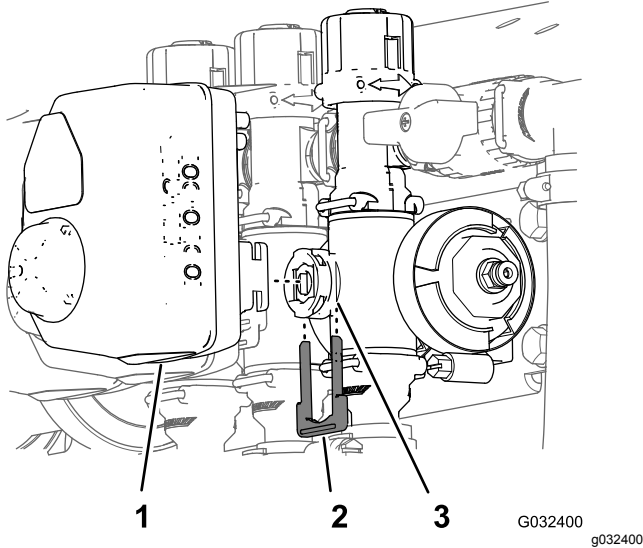

Bild 56
1. Entfernen Sie den Halter, mit dem der Aktuator am Verteilerventil für das Abschnittsventil befestigt ist (Bild 56).
2. Nehmen Sie den Aktuator vom Verteilerventil ab (Bild 56).